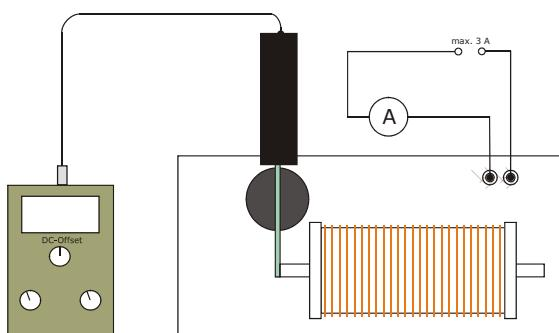

Fig. 1 Registro da curva de histerese
- Conectar o aparelho de alimentação na rede, a bobina e o amperímetro em série (veja fig. 1).